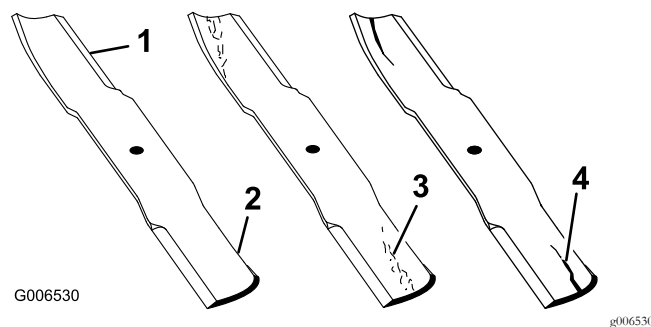

Figura 54
1. Inspeccione los filos de corte (Figura 54).
4. Si observa fisuras, desgaste o la formación de una ranura en esta zona, instale de inmediato una cuchilla nueva (Figura 54).